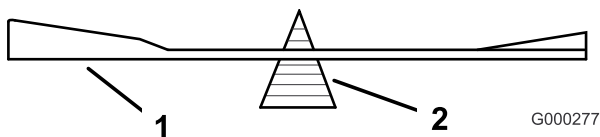
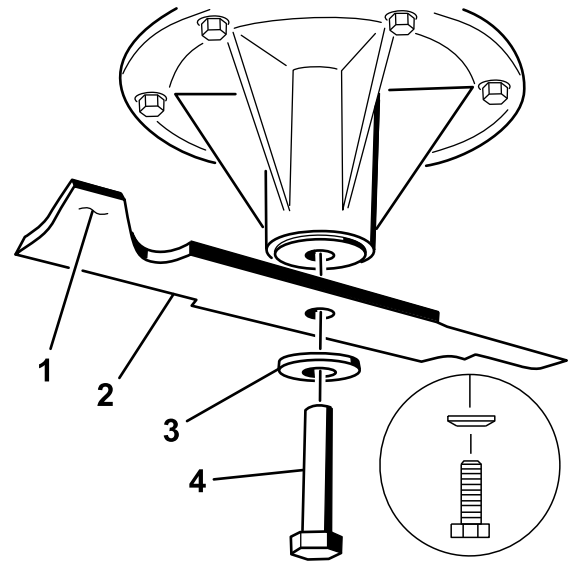

Bild 90
Bild 91
2. Entfernen Sie die Messerschraube, Wellenscheibe und das Messer von der Spindelwelle (Bild 91).
2. Überprüfen Sie die Auswuchtung des Schnittmessers auf einer Ausgleichmaschine (Bild 90). Wenn das Schnittmesser in seiner horizontalen Position bleibt, ist es ausgewuchtet und kann wiederverwendet werden. Feilen Sie, wenn das Schnittmesser nicht ausgewuchtet ist, vom Flügelbereich des Messers etwas Metall ab (Bild 91). Wiederholen Sie diesen Vorgang, bis das Messer ausgewuchtet ist.
1. Setzen Sie das Messer auf die Spindelwelle (Bild 91).
2. Setzen Sie die Wellenscheibe und die Messerschraube ein. Der Konus der Wellenscheibe muss in Richtung Schraubenkopf zeigen (Bild 91). Ziehen Sie die Messerschraube mit 115-150 N-m an.